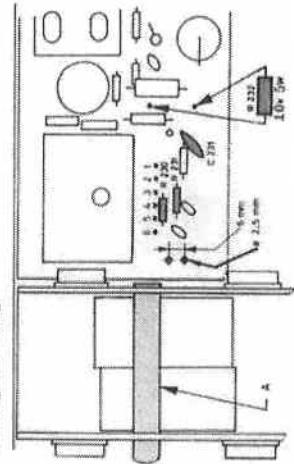

Fig. 5. Montering av kantkontakt for stereodekoder 4-2 i Huldra 8.
1. Ta sjassiut av kabinetten. Fig. 5 og 6 viser MF-platen i apparater med lavere serienummer enn 427 200. I apparater med høyere serienummer er kondensatoren C238 og C242 montert på komponentensiden. Vide er blitt og kort ledning koplet til venderseksjonen. Punkt 6 og 7 i monteringsanvisningen kan uteslates for høyere serienummer.
4. Bor et 2,5 mm hull i platen som vist på fig. 5.
6. Twinn ledningene (sort og blå) sammen og lodd dem til venderseksjonen, og MF-platen som vist på fig. 5.
8. Ta ut festebøylen A (fig. 5) og monter den som vist på figuren. Plugg dekoden inn i kantkontakten. Follesiden skal vendes mot FM-dektor boksen. Monter festeskruen fra MF-platenes folleside.